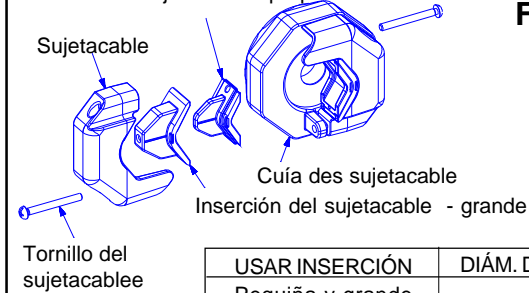

FIGURA 4
- Deslizar la guía del sujetacable(5) con los sujetacables(6) (ver en la figura 4 las inserciones apropiadas) y una arandela aislante(7) sobre el cable. (Seleccionar la arandela aislante apropiada para el tamaño del cable).